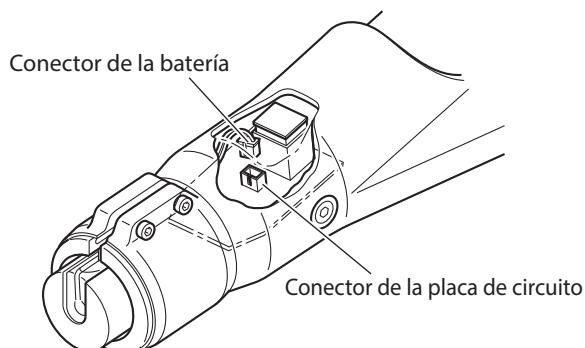

Imagen 21 Extracción del conector de la batería
- 1 Retire el conector de la batería de la placa de circuitos (Imagen 21).
- 9** Inserte el conector de la batería en el conector de la placa de circuito (Imagen 21).